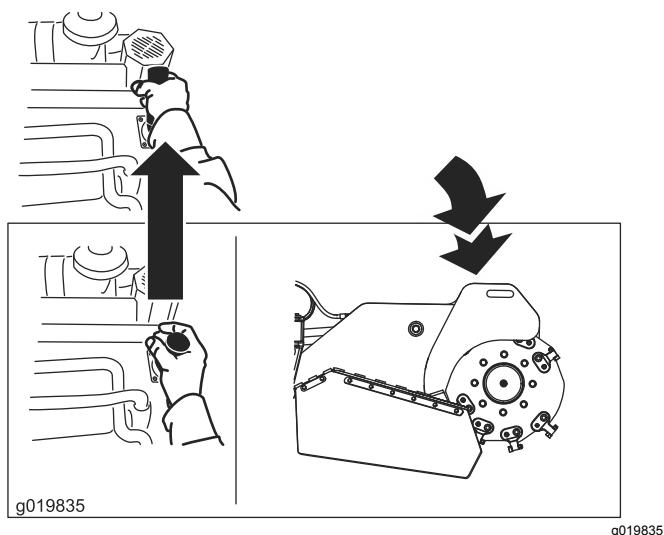

Figura 14
- Per abbassare la tranciatrice, spingete in avanti la leva (Figura 14).